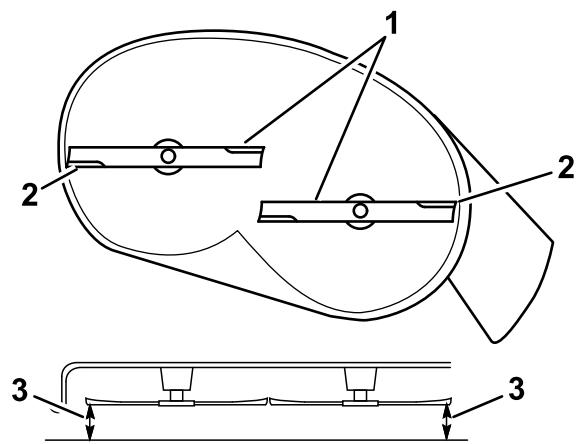
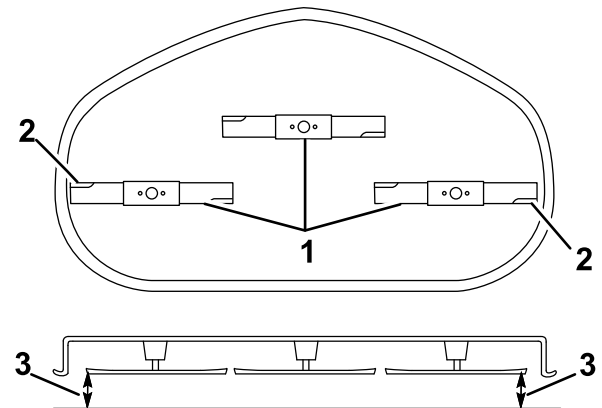

Figura 64
Figura 65
5. Mida entre los bordes de corte exteriores y la superficie plana (Figura 64 y Figura 65).